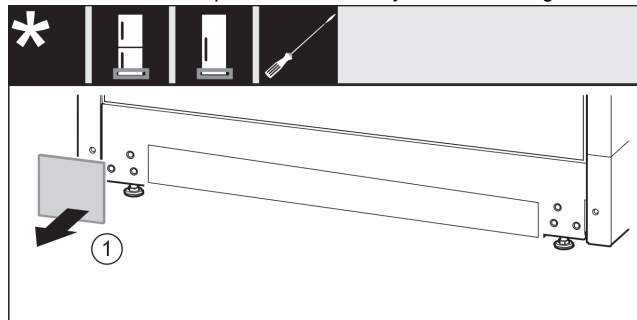

Fig. 12
- ▶ Odoberte kryt. *Fig. 12 (1)*